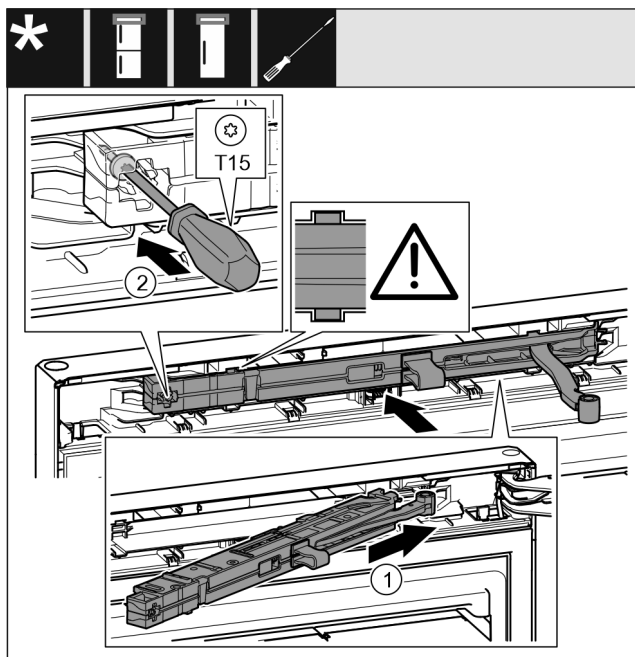

Fig. 24
- ▶ Tolja be ferdén, ütközésig a záráscsillapító egységet Fig. 24 (1) a mélyedésbe a csapágybak felőli oldalon.
- ▶ Húzza meg a csavart Fig. 24 (2) csavarhúzóval.